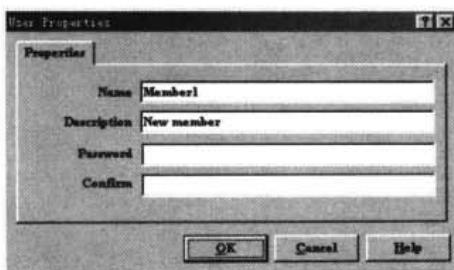

图 2-2 User Properties (用户属性) 对话框
- (3) 系统将弹出 User Properties (用户属性) 对话框，如图 2-2 所示。